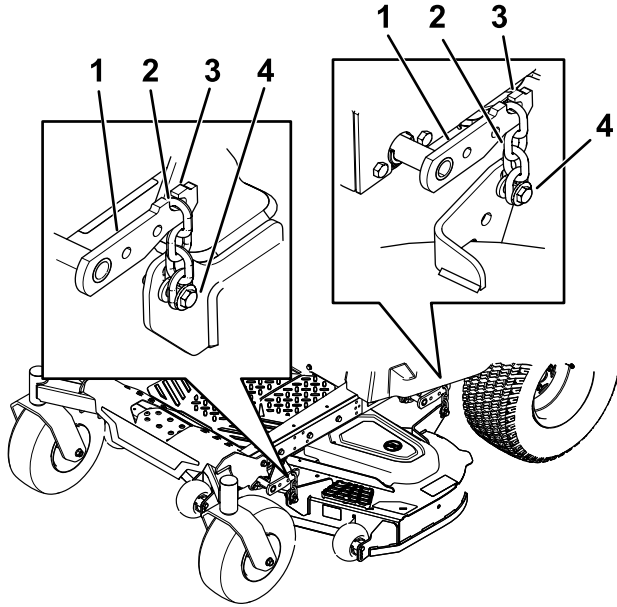

Figura 63
- Afloje los pernos de ajuste en las cuatro esquinas, hasta que la carcasa quede bien asentada sobre los cuatro bloques (Figura 63).
- Asegúrese de que las cuatro cadenas están tensadas (Figura 63).
- Apriete los cuatro pernos de ajuste (Figura 63).